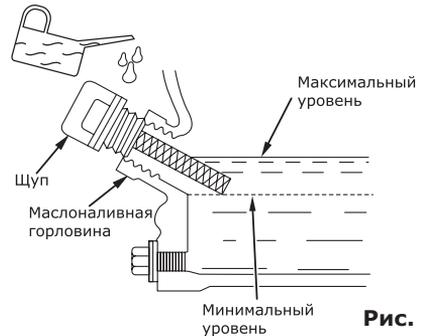

Рис. 9
- Залейте масло до нужного уровня по меткам на щупе или краю маслозаливной горловины (рис. 9).